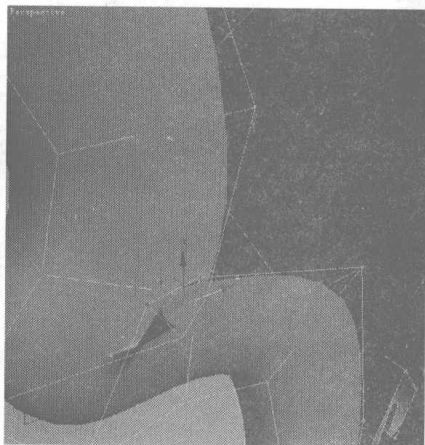
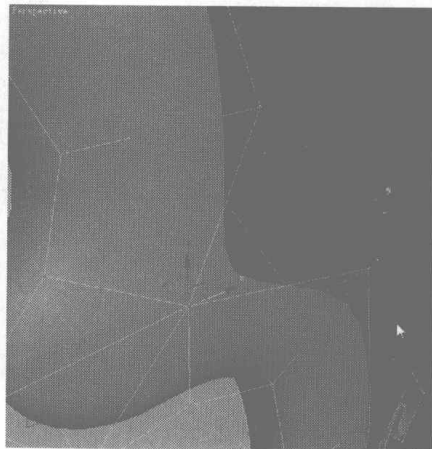
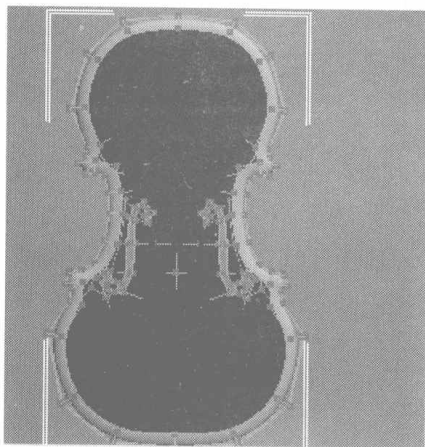
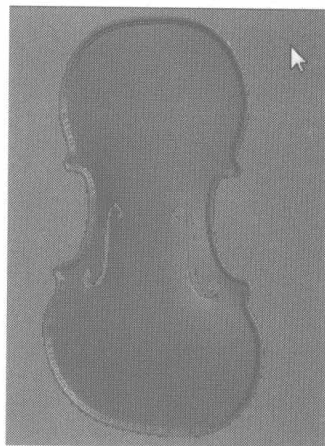

图 5.164
图 5.165
图 5.166
图 5.167
- 26** 选择如图 5.164 所示的点，单击 **Collapse** 按钮，塌陷所选择的点，如图 5.165 所示。在类似的地方也进行同样的操作，结果如图 5.166 所示。至此，前面板制作完成，如图 5.167 所示。